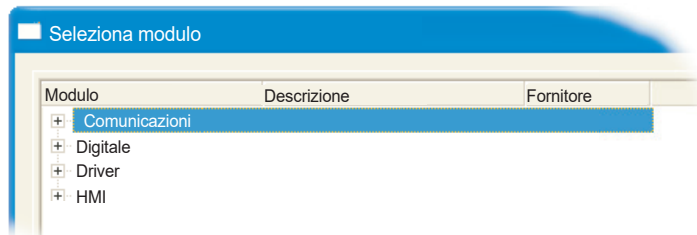

Figura 4.3.21m L'elenco delle comunicazioni (non espanso)
2. Espandere l'elenco delle comunicazioni (fare clic sul simbolo +) (figura 4.3.21m).